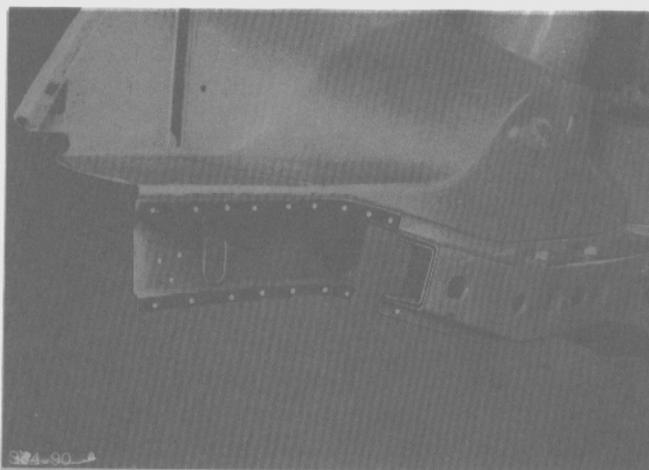

Fig. 133
- Pulir y alinear las pestañas soldadas por puntos. (Fig. 133).